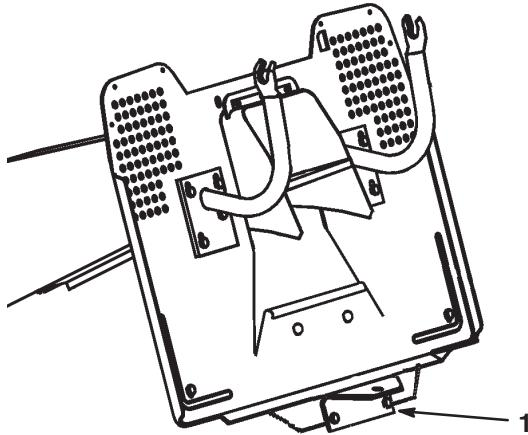

Bild 17
2. Installieren Sie die Zusatzgeräte an der Anbauvorrichtung, die sich hinten am unteren Teil des Traktors befindet (Bild 17).